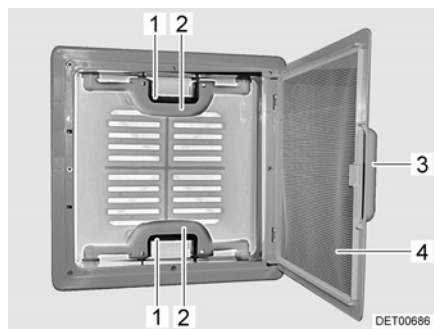

Fig. 33 Oblò a scatto
- Tirare la maniglia (Fig. 33,3).
- Ribaltare la protezione contro gli insetti (Fig. 33,4) verso il basso.
- Premere la chiusura a scatto (Fig. 33,1) verso l'interno dell'oblò. Premere contemporaneamente verso l'alto l'oblò con la maniglia (Fig. 33,2).
- Spingere la protezione contro gli insetti (Fig. 33,4) verso l'alto finché non si innesta.
- Tirare con forza verso il basso le due maniglie (Fig. 33,2) dell'oblò, fino a quando non scattano entrambe le chiusure (Fig. 33,1).